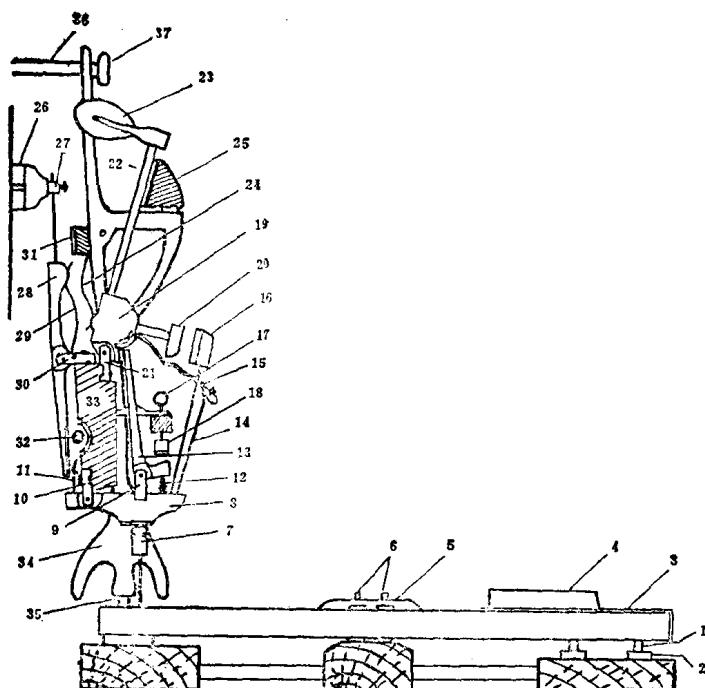

图3 立式钢琴键盘机械侧断面
§ 4. 键盘机械。键盘机械包括键盘和击弦机两个部分，是一个杠杆组合系统。键盘是所有键子的总称；击弦机由联动杠杆、小槌和制音器三个互相联系着的杠杆组合件组成（见图3）。键盘机械的工作情况是：当按下琴键时，键子后端的顶柱将联动杠杆顶起，于是联动杠杆上的勾钉便使制音器离开弦，同时推杆推动小槌去击弦；琴键起来以后，各个机件又都回到原来的位置。对键盘机械的要求是：①各个机件的轴既不能松旷，也不能过紧，要非常灵敏。应在按下键子的瞬间就发出音来，在以极快的速度（每秒钟八次）连续按同一个键时，能清晰地发出每个音。②要能使小槌击弦的力度在很大范围内可随意变化（从最弱音PPP到最强音fff）。③键子的重量，即键子下沉时所需要的力度应适宜（参看§ 74前面的说明）。
§ 9.修理机件时往往须先把击弦机架取下来,取下击弦机架的方法是:①先把铁架的螺丝帽(见图3“37”)卸下来,并把铁架的上端从螺丝杆上扳出来,②两只手对称地握住小槌的枕木(见图3“25”)将机架提出来。提出机架时要特别小心,不要被中间的铁架螺丝杆碰坏了制音器。把击弦机架放在长条桌上修理。
§ 10.安装击弦机架的方法是:①两只手握住小槌枕木,先将铁架下脚(顶端凹进去的一个)放在柱头(见图3“35”)上,放时仍要注意,防止中间的铁架螺丝杆碰坏了制音器。②将铁架的上端推到螺丝杆内去,并把螺丝帽拧紧。在安装击弦机架之前,一定要先把攀带都挂好。